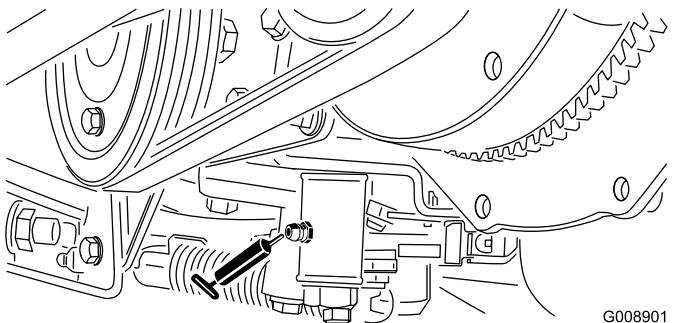

Bild 40
- Neutralstellungsmechanismus (Bild 40)